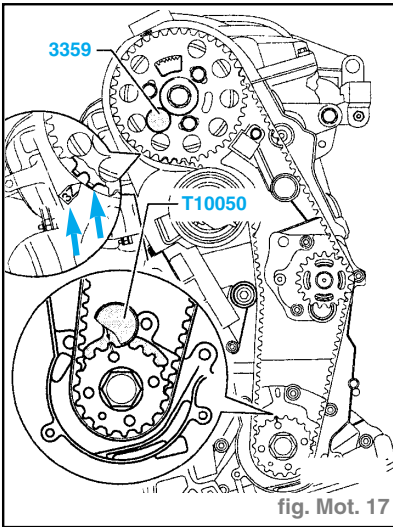

fig. Mot. 17
Nota : Pendant cette opération, tourner le vilebrequin jusqu'à ce que le repère du pignon de courroie crantée de vilebrequin soit en position haute et que la flèche située sur la protection AR de courroie crantée soit en face des ergots de la cible du moyeu (flèches) (fig. Mot. 17).
- Bloquer le moyeu à l'aide de la goupille 3359 (fig. Mot. 17).